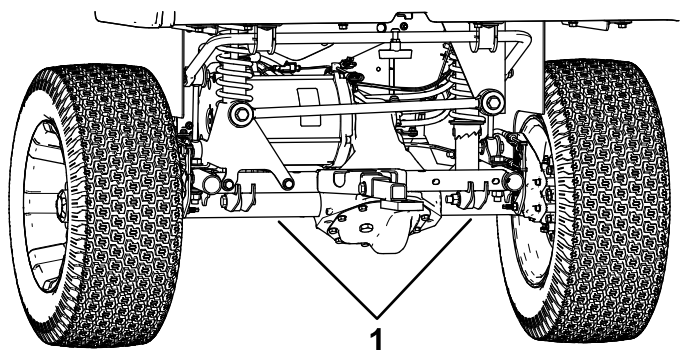

Figura 29
- El punto de elevación de la parte trasera de la máquina se encuentra debajo de los tubos del eje (Figura 29).